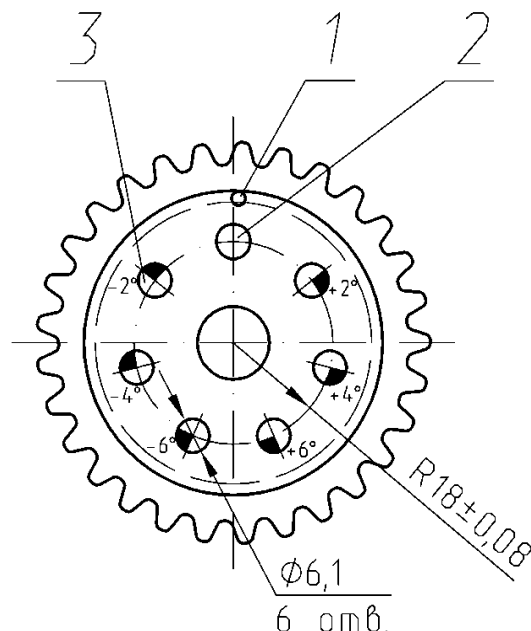

Рисунок 68. Звездочка распределительного вала с дополнительными отверстиями:
5. По установленному на звездочку распределительного вала кондуктору в каждой звездочке просверлить шесть дополнительных отверстий 3 (рис.68) $\varnothing 6,1$ мм со следующими угловыми смещениями от номинального положения заводского отверстия 2: